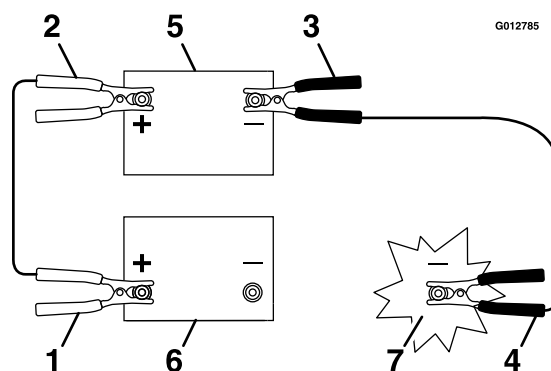

Figure 46
- Connectez le câble positif (+) à la borne positive (+) de la batterie à plat qui est reliée au démarreur ou au solénoïde (Figure 46).